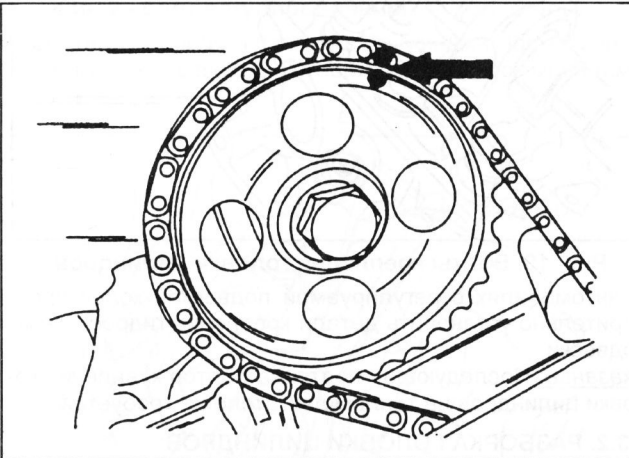

Рис. 14. Нанесение меток на звездочки распределительных валов и цепь привода.
- ♦ Краской нанести метки на звездочки распределительных валов и цепь привода, даже если снимается только одна головка цилиндров (см. рис. 14).